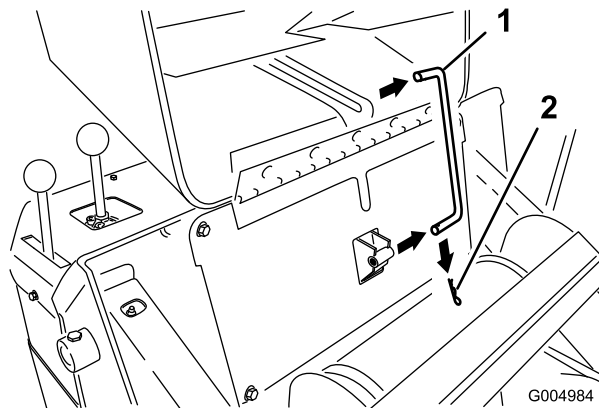

Figura 41
3. Retire el pasador de horquilla del extremo de la varilla de soporte del capó y retire la varilla de soporte de los soportes (Figura 41).